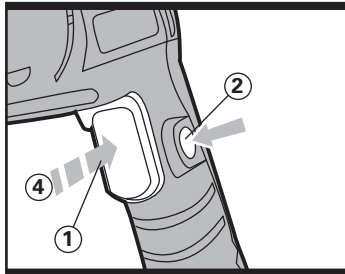

Fig 2
4. DÉTENTE/COMMUTATEUR DE RÉGLAGE DE VITESSE (SE RÉFÉRER À LA FIGURE 2)
Cet outil est muni d'une détente de variation de vitesse (4) procurant une augmentation de vitesse avec l'augmentation de pression appliquée et l'enfoncement de la détente (se référer à la Figure 2). Le circuit de commande électronique permet d'obtenir un couple développé proportionnel à la vitesse de rotation.